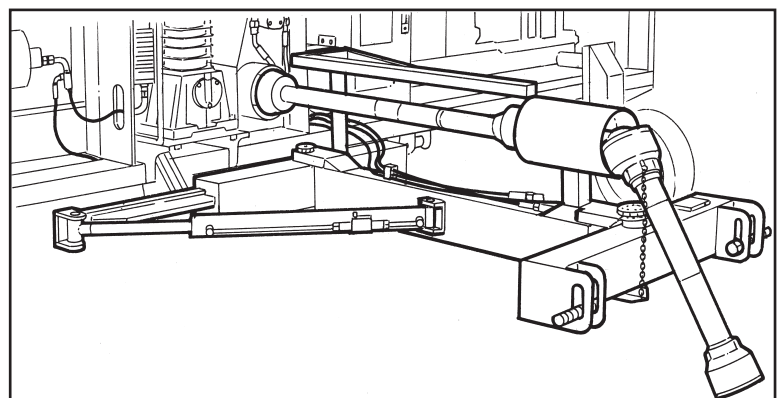

Fig. 3
- Timone traino (Fig. 3).
- Towing drawbar (Fig. 3).
- Timon remorquage (Fig. 3).
- Timón de arrastre (Fig. 3).